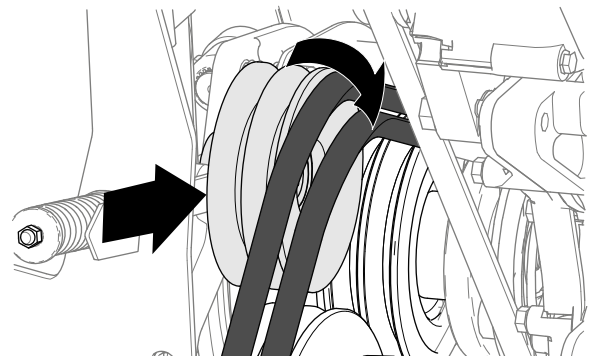

**Figura 92**
7. Spostate il tubo antirotazione indietro e rimuovetelo dalla macchina (Figura 92).
2. Allineate il perno del tubo antirotazione con il foro nella piastra della frizione della PDF; fate riferimento alla Figura 92 in Rimozione delle cinghie della PDF (pagina 70).